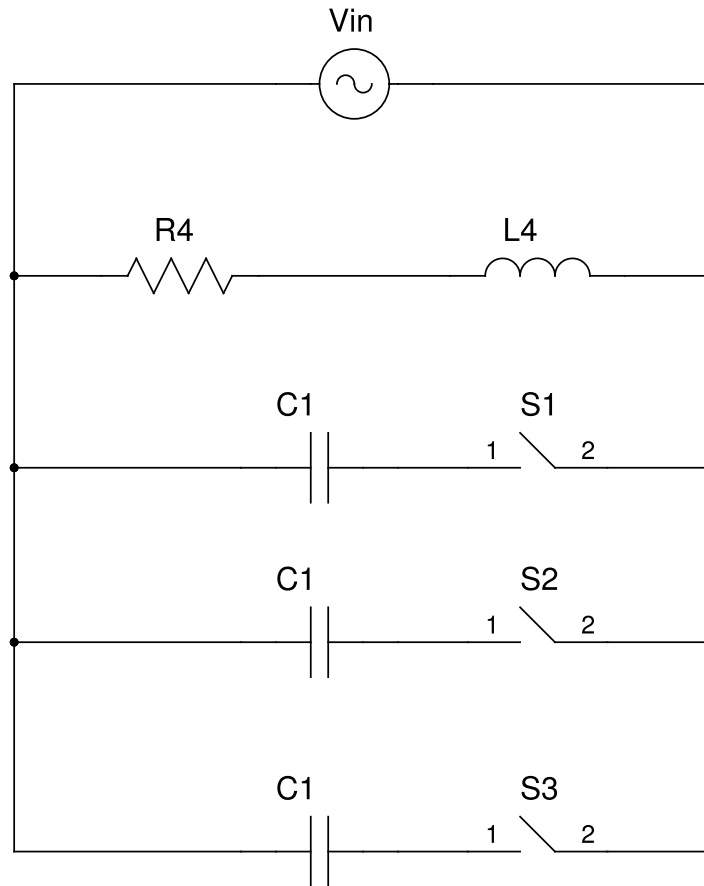

Figura 8.2
1. Monte o circuito da figura 8.2 para $20\Omega < R_4 = 100\Omega$, $80mH < L_4 = 150mH$, $1\mu F < C_1 < 10\mu F$, com as chaves S_1 , S_2 e S_3 , aberta e sendo V_{in} uma tensão senoidal de $2,5V_p$ e $60Hz$;
8.12. Adapte o circuito da figura 8.2 para que o fator de potência se torne maior que 0,95.